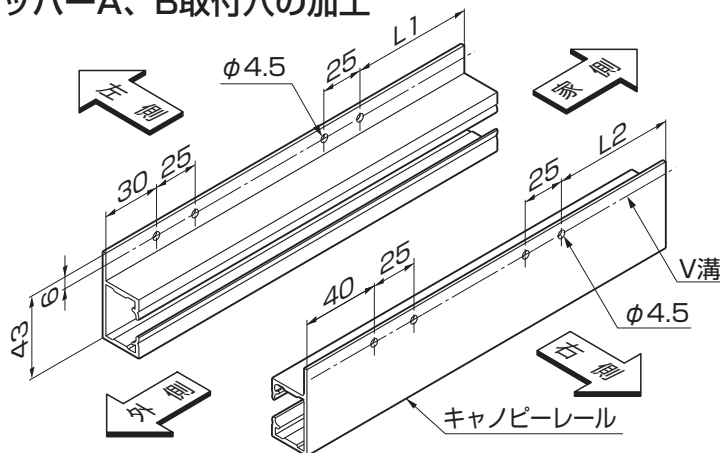

図3-1
①図3-1、表3-1を参照して、V溝にφ4.5の穴をあけてください。